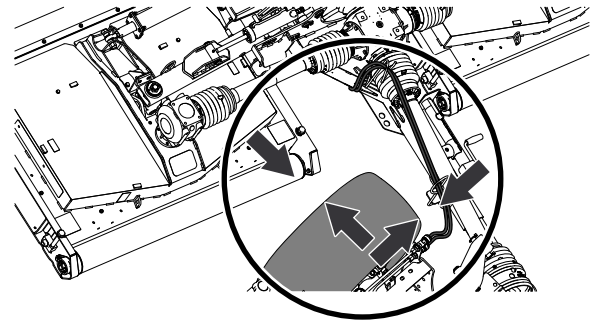

Figura 37
3. A medida que gire, compruebe que hay espacio entre el neumático del vehículo de remolque y las piezas del cortacésped (Figura 37).